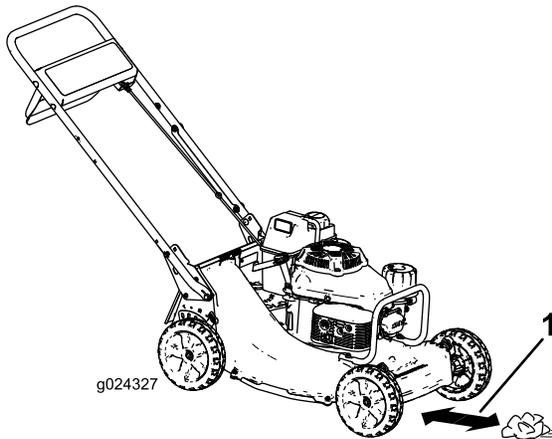

Bild 15
4. Legen Sie die Papierkugel ca. 13 cm vor die Maschine (Bild 15).